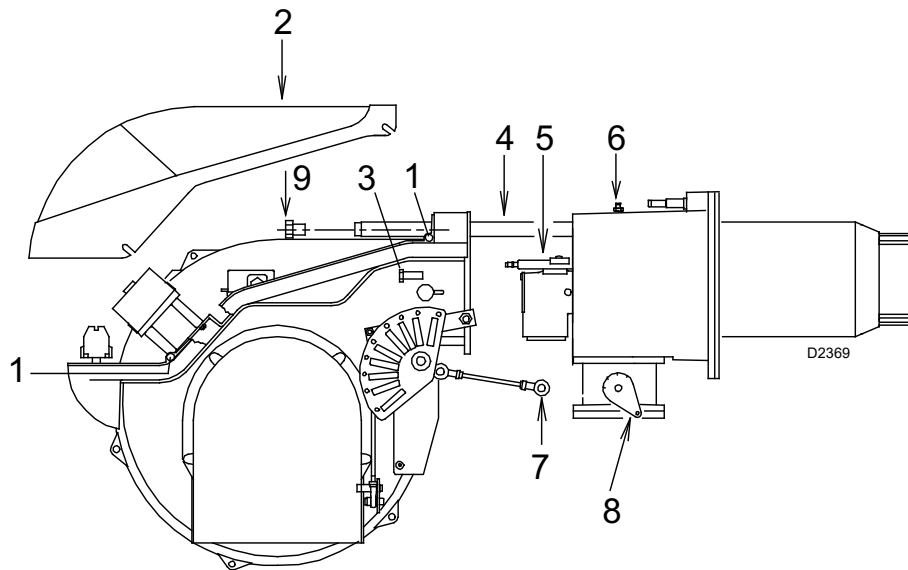

Abb. 37
- Lockern Sie die 4 Schrauben 1) (Abb. 37) und nehmen Sie dann die Verkleidung 2) ab.
- Bringen Sie die Schrauben 3) (Abb. 37) wieder an und ziehen Sie die Kabel von Fühler und Elektrode vorsichtig nach außen, bis diese geringfügig gespannt sind.